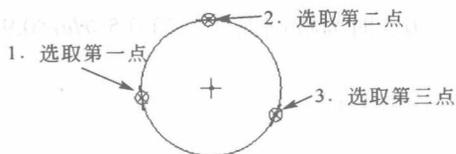

图 2-12 三点圆的绘制
(3) **三点圆的绘制** 点选按钮 ，鼠标左键分别选取三个点即可完成三点圆弧的绘制，如图 2-12 所示。